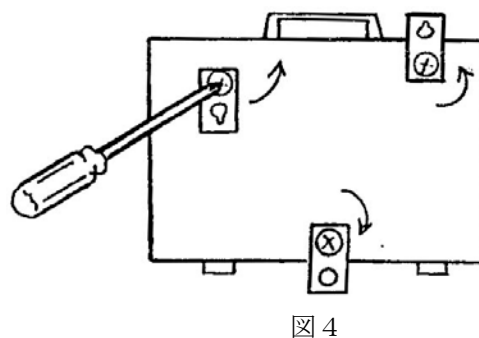

図4
- B. 壁掛けで使用の場合、壁掛け用金具は、本体背面に取り付けてあります。プラスドライバーでビスを緩め金具を回転させて、図4のように締め直し、上部の金具の間隔に取り付けた、釘などに引っ掛け、下部の金具を木ネジ等で締め付けて固定します。